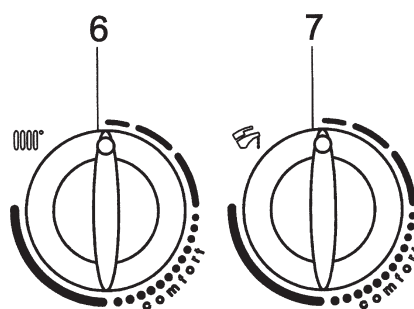

Abbildung 21A
- 1) Den Drehregler 6 (Abbildung 1) gegen den Uhrzeigersinn drehen und auf den Mindestwert stellen wie auf Abbildung 21A dargestellt;